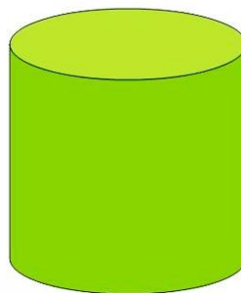

Рис.5 Цилиндр.
9. Какая фигура лежит в основании цилиндра (Рис.5)?